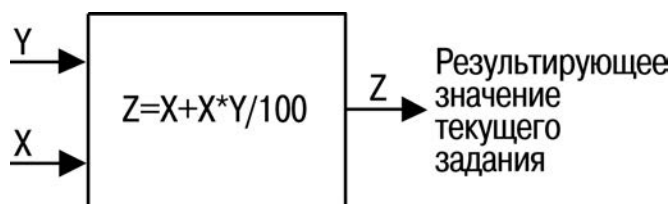

Рисунок 1.5
Сумма фиксированной и переменной величин (обозначена Y на рисунке 1.5) умножается на фактическое задание (обозначено X на рисунке). Это произведение добавляется к действующему заданию: $[X + (X) \times (Y / 100)]$, рисунок 1.5.